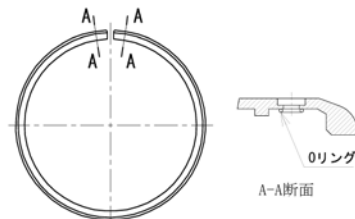

図70 切管用挿しロリングおよびタッピンねじ
(1) 部品の確認
- ① 切管用挿し口リング (図70 (a)) のねじ穴位置にOリング (2ヶ所) が付いていること、および異物の付着がないことを確認する。Oリングが外れている場合は、シアノアクリレート系接着剤で取り付ける。
- ② 十字穴付タッピンねじ (図70 (b)) にシールゴムがついていることを確認する。